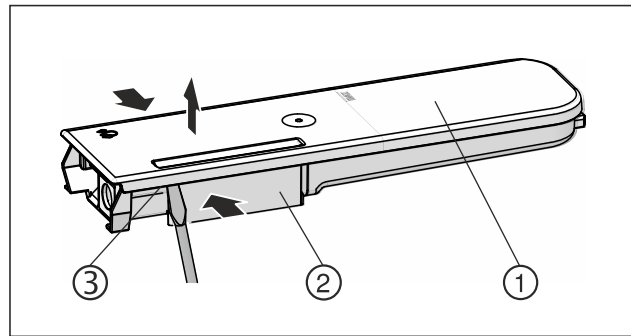

Fig. 128
- Comprimer il serbatoio dell'acqua Fig. 128 (2) e fare leva con attenzione sul coperchio Fig. 128 (1) sollevandolo dai naselli di arresto Fig. 128 (3).
- Spostare leggermente avanti e indietro il coperchio Fig. 128 (1) e rimuoverlo verso l'alto.